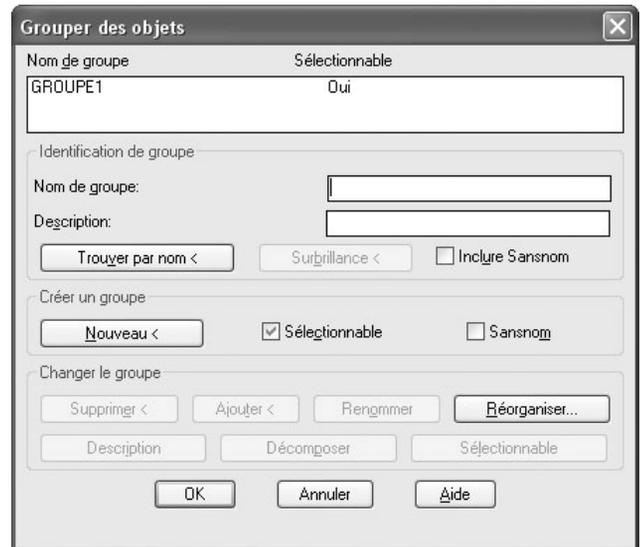

Fig.6.21
- 1 Taper la commande **Groupe** (Group) au clavier (fig.6.21).